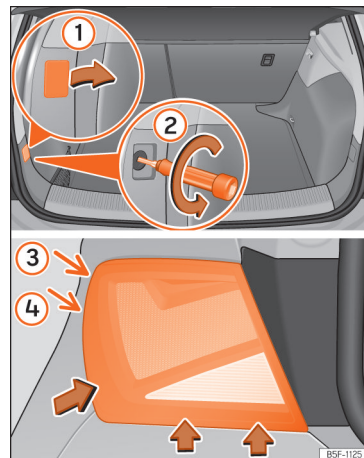

Fig. 63 Bagagliaio: posizione della vite di fissaggio del fanale di coda. Smontaggio del fanale di coda esterno.
- Sollevare la copertura facendo leva con l'estremità piatta di un cacciavite nell'apposita rientranza e togliere la copertura dall'apertura »» **fig. 63 ①**.
- Svitare con cautela la vite sottostante dopo averla allentata in senso antiorario con un cacciavite (freccia) »» **fig. 63 ②**.
- Ruotare il fanale della direzione indicata dalle frecce fino a che esce dal proprio alloggiamento (posizioni ③ e ④) »» **fig. 63**.